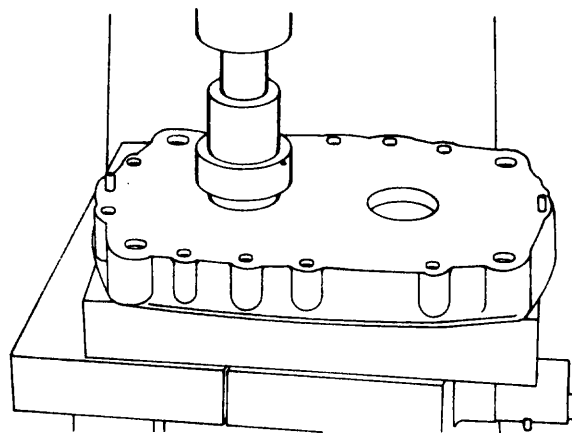

Fig. 7
- b Coloque el retén de aceite en su alojamiento (fig. 7).